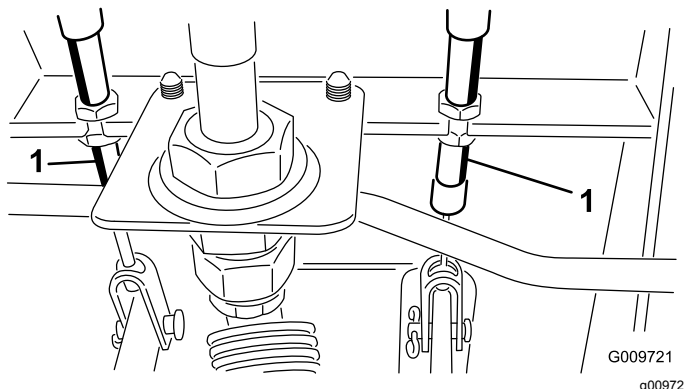

Figura 74
- A. Afloje la tuerca delantera del extremo roscado del cable de freno (**Figura 74**).